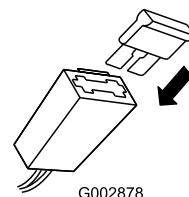

Figure 39
2. Remplacez le fusible dans le porte-fusible (Figure 39).